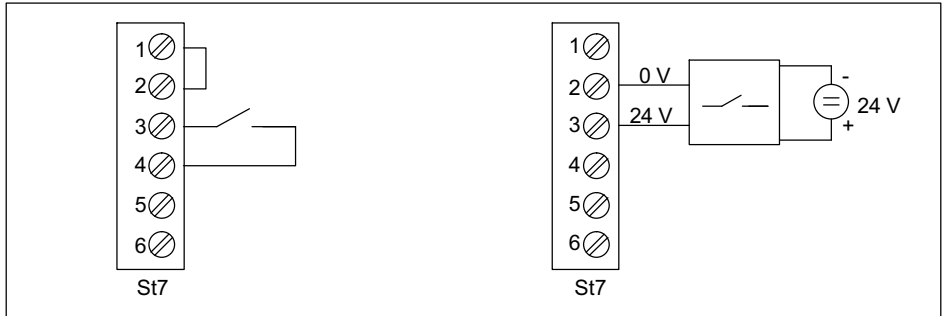

Abb. 5.6 Externe Kontrollsignal-Auslösung
- mit einer externem Taster oder Relaiskontakt an Klemmleiste St7, Klemmen 3 und 4 (*siehe Abb. 5.6*).
- mit einer externen Spannung (5 V...30 V) an Klemmleiste St7, Klemmen 2 und 3 (siehe Abb. 5.6). Der Eingang ist über Optokoppler potentialfrei.